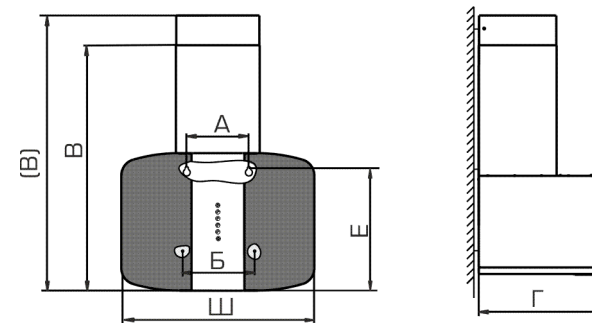

рис. 2
6.1. Крепление кухонной вытяжки (рис. 2):